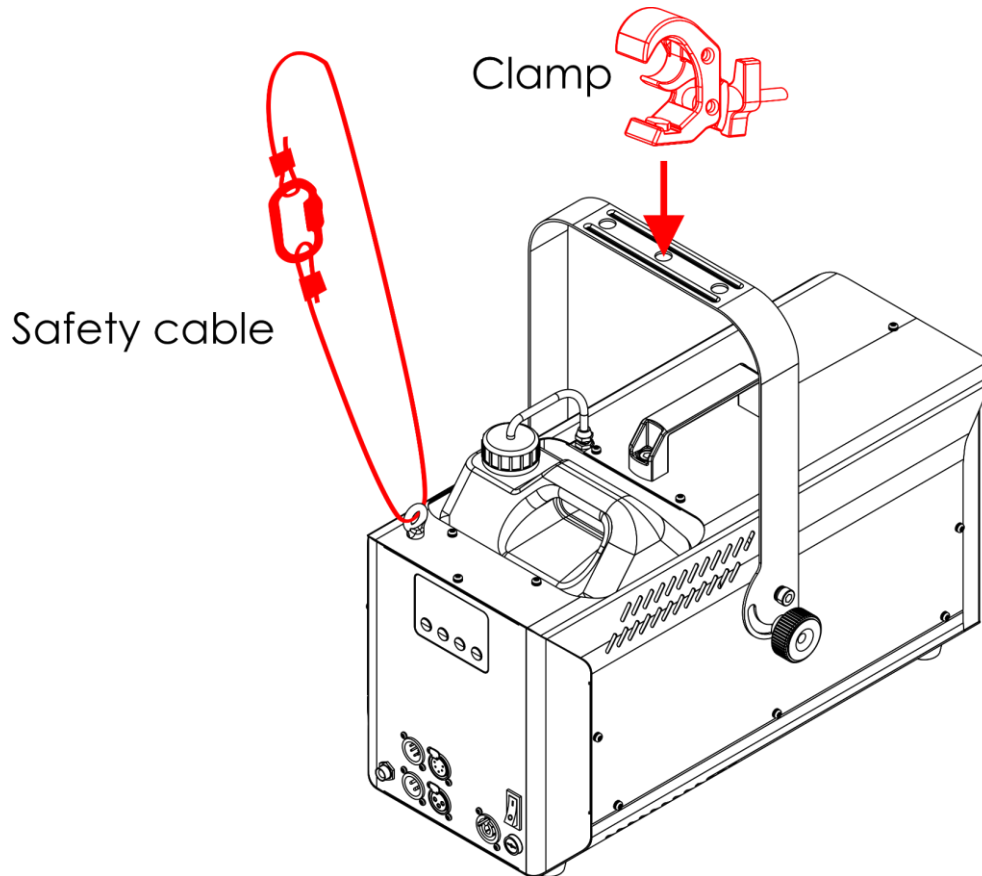

Fig. 05
- 01) Utilice una abrazadera para montar el dispositivo en la estructura de soporte como se muestra en la Fig. 05. Asegúrese de que el dispositivo no puede moverse libremente.
- 02) Asegure el dispositivo con una suspensión secundaria; por ejemplo, con un cable de seguridad. Compruebe que la suspensión secundaria puede soportar 10 veces el peso del dispositivo. Si es posible, la suspensión secundaria debe fijarse a una estructura de soporte independiente de la suspensión primaria. Pase el cable de seguridad por la **argolla de seguridad (15)**, como se muestra en la Fig. 05.